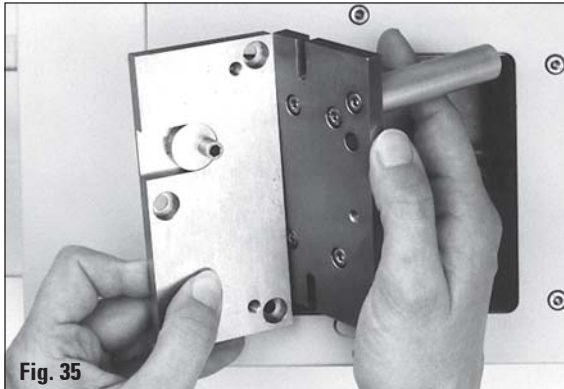

Fig. 35
- Volver a insertar en la criocámara la chapa de fondo (14) utilizando el manipulador.
- Con una mano colocar el lazo de cables sobre el fondo de la criocámara; con la otra mano insertar en la criocámara la base portacuchillas junto con la placa base. Cuidado al atornillar: no aplaste el lazo de cables entre los pernos (21, Fig. 35) y la placa base de la criocámara.
- Volver a destornillar la base portacuchillas (9), colocarla en la cámara en posición vertical, volver a atornillar la placa base de la cámara (11) con los tornillos (17).
- Insertar el disco excéntrico (12) en la ranura correspondiente en la placa base.
- Insertar los dos tornillos junto con las arandelas en los taladros (10) y volver a atornillar la base portacuchillas (9) sobre la placa base.